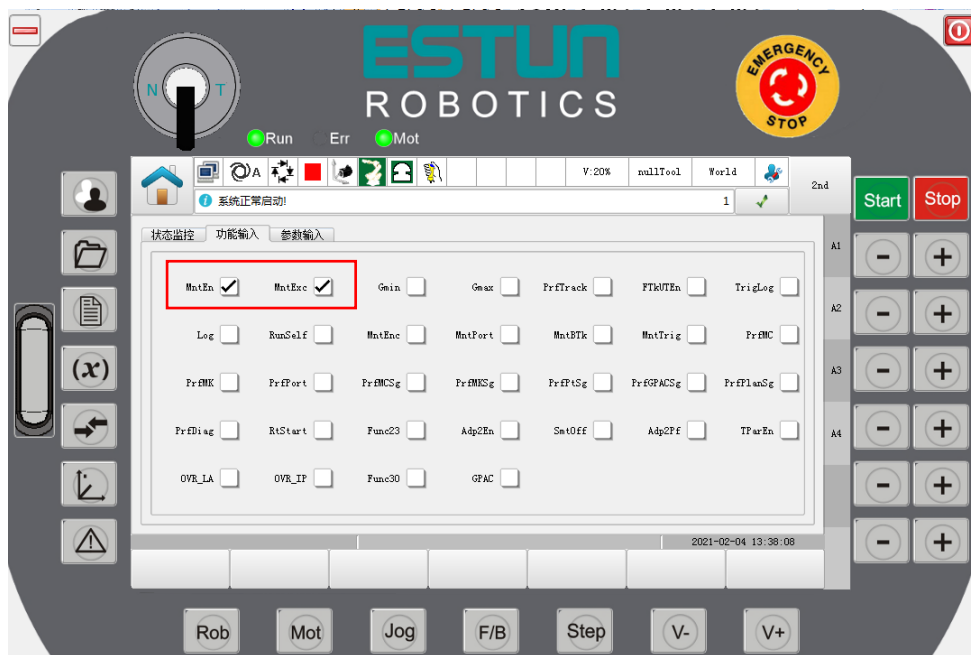

图 7-1
**操作方法：**点击【内核诊断-功能输入】，勾选【MntEn】与【MntExc】，如图 7-1 所示。